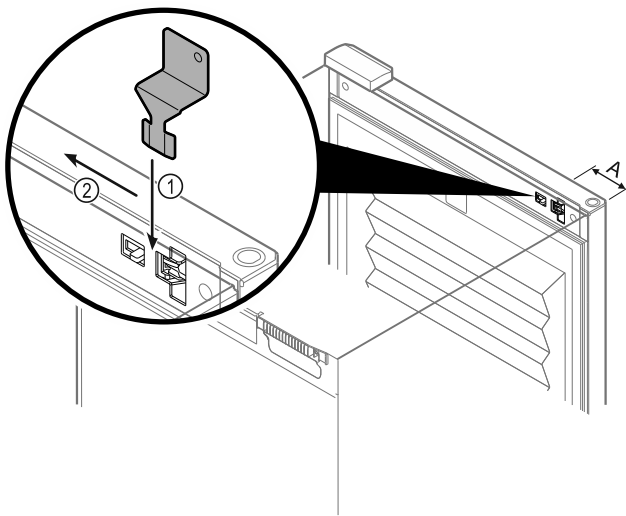

Fig. 136
- ▶ 将紧急解锁钥匙放置在指定位置 Fig. 136 (A) \approx 100 mm。
- ▶ 将紧急解锁钥匙 Fig. 136 (1) 从门与冰箱主体之间的上方插到底。
- ▶ 向铰链方向拉动紧急解锁钥匙。 Fig. 136 (2)